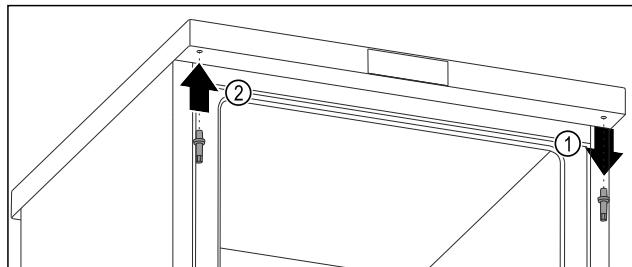

Fig. 14
- Oberen Bolzen mit Außensechskantschlüssel heraus-drehen. Fig. 14 (1)
- Bolzen auf der Gegenseite mit Außensechskantschlüssel festschrauben. Fig. 14 (2)